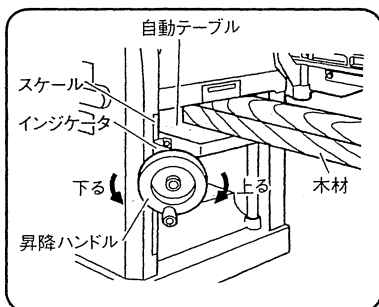

図 9
(1) インジケータが示すスケールの目盛の寸法が仕上がり寸法となります。
(2) フットスイッチ(P100LA2) (図 1 - ホ参照) または、昇降ハンドルをまわし(P100LA2 の場合押しながらまわす)、希望の仕上がり寸法になるよう自動テーブルを昇降させてください。(図 9)
(4) 切込み量が表 2 に示す数値以上になっているときは、昇降ハンドル (図 9 参照) をまわし少なくしてください。